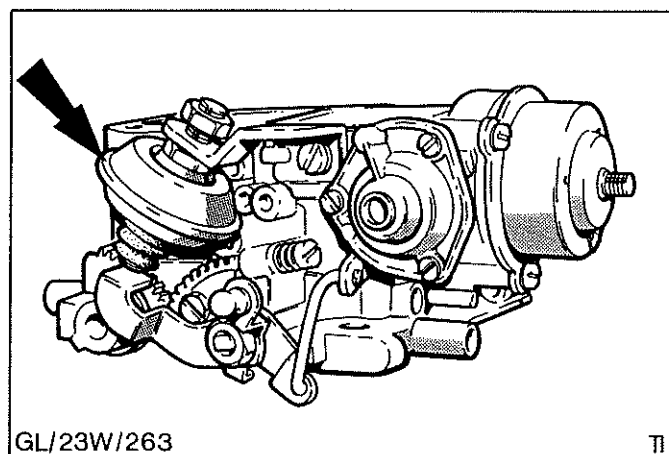

Abb.20 Schließdämpfer
8. Nur bei 2,0 Ltr. V6-Motoren: Eine Schraube lösen und Schließdämpfer ausbauen, Abb.20.